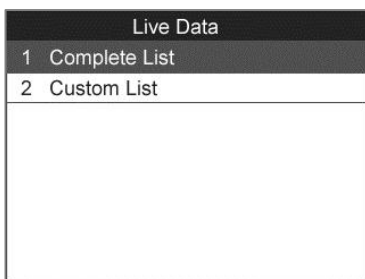

Figura 5.10
- 1) Para ver los datos personalizados de PID, use las teclas **ARRIBA** / **ABAJO** botón de desplazamiento para seleccionar **Configurar datos personalizados** desde el menú **Ver de datos** y oprima la botón **OK**. (Figura 5.10)